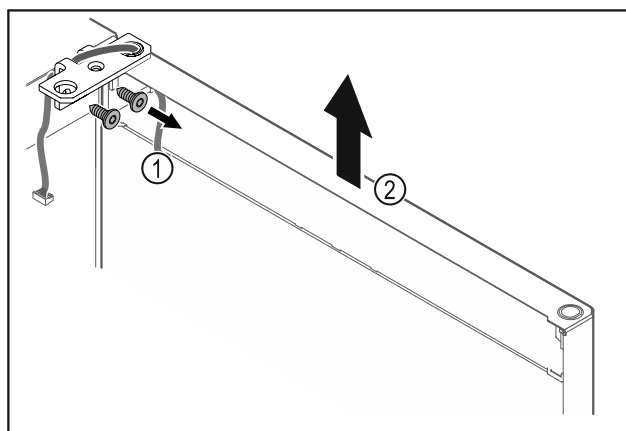

Fig. 20
- Kruvige šarniirnergik Fig. 20 (1) maha.
- Tõstke ust koos šarniirnergikuga Fig. 20 (2) umbes 200 mm otse ülespoole ja võtke maha.